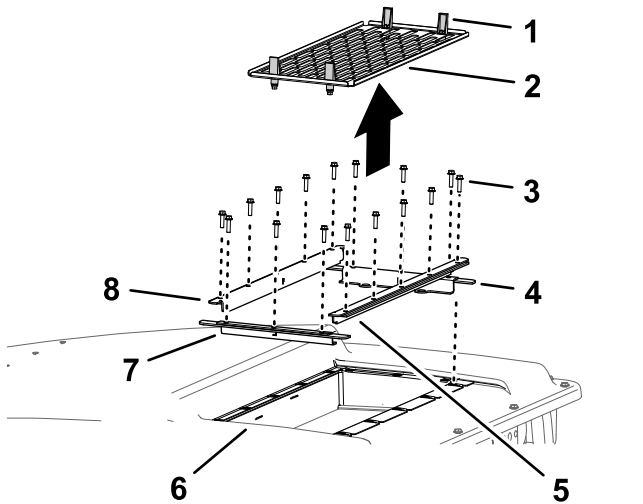

Figura 26
1. Abra los 4 cierres que sujetan la rejilla al techo de la cabina, y retire la rejilla (Figura 26).
2. Retire los 16 tornillos con arandela prensada (1/4" x 1") que sujetan las juntas delantera, izquierda, derecha y trasera al techo y al guarnecido de la cabina (Figura 26).